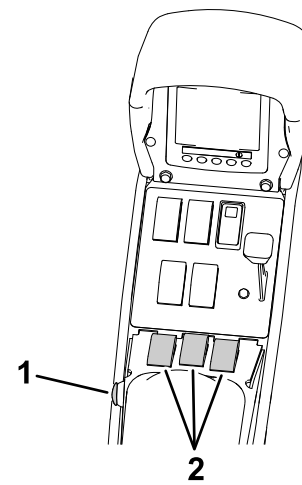
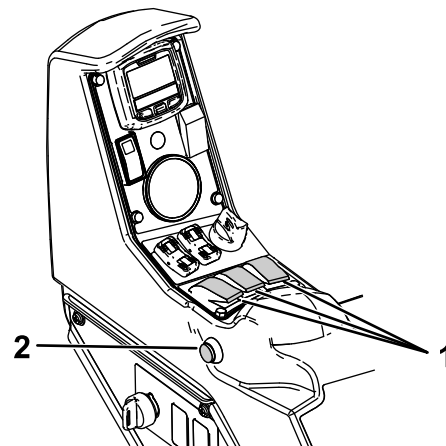

Figura 9
Figura 10
6. Girate l'interruttore principale in posizione di ACCENSIONE (Figura 9 o Figura 10).
7. Girate gli interruttori delle sezioni (situati tra i sedili) in posizione di ACCENSIONE (Figura 9 o Figura 10).